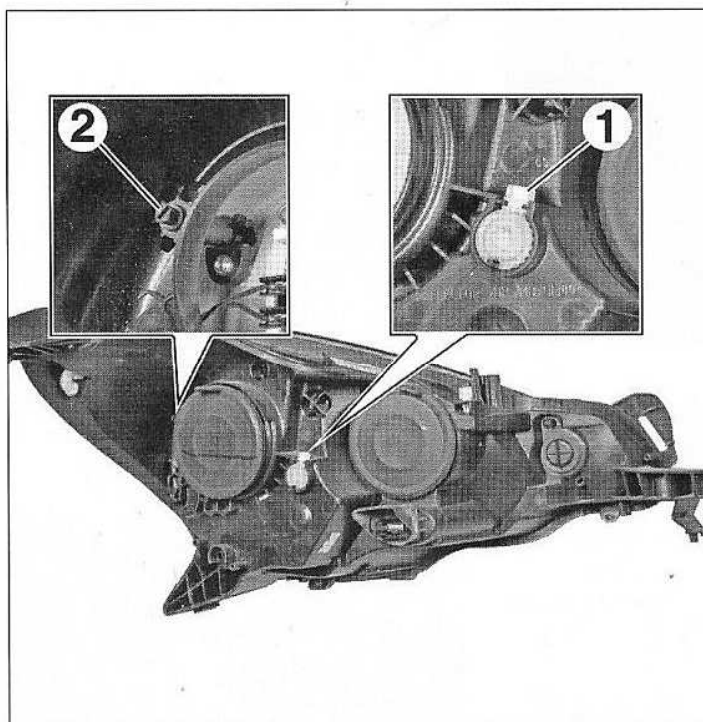

FIG.40
- Effectuer à l'aide d'un appareil de contrôle et réglage des projecteurs (Fig.40) :
- le réglage de la portée du projecteur en actionnant la vis (1),
- le réglage horizontal du projecteur en actionnant la vis (2).